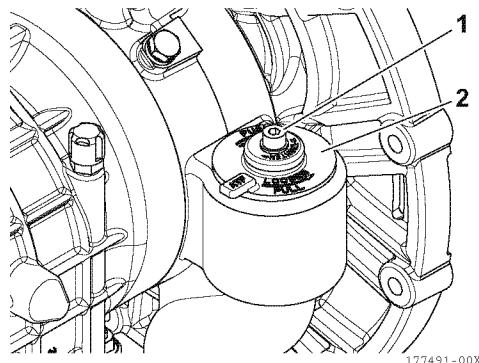

Abbildung 11
1. Die Kopfschraube (1, Abbildung 11) am Filterkartuschendeckel (2, Abbildung 11) mit dem 6-mm-Sechskantschlüssel lösen.